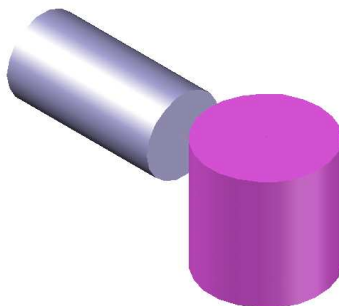
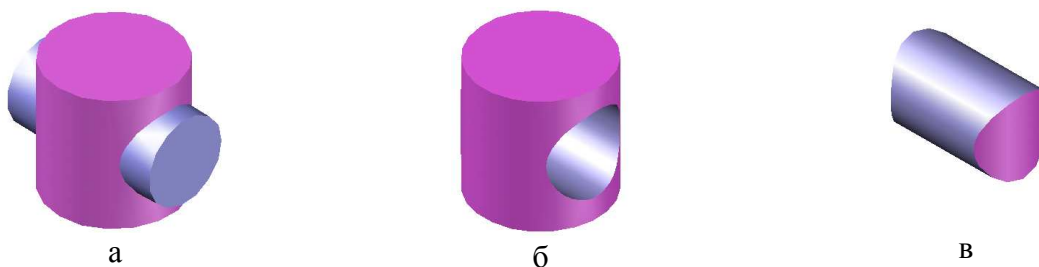

Рис. 1. Исходные тела
Рис. 2. Результаты применения операций:
На рис. 1 показаны два простых тела, из которых получены при помощи перечисленных операций комбинированные составные тела (рис. 2).
3. Сохранить чертеж: **Файл** → **Сохранить как** → диск **D** → папка **Work** (дать имя файлу) (рис. 2). Рекомендуется выполняемый чертеж сохранять с периодичностью 10-15 мин.